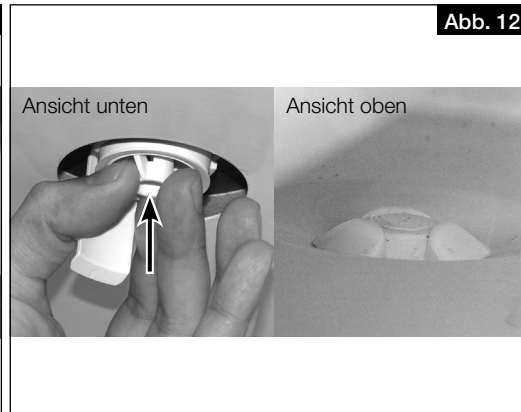

Abb. 12
2. Verriegelungsteil herausziehen und Befestigungsteil von unten in die Öffnung der Bodenwanne stecken, bis die Krallen an der Blechkante der Bodenplatte einrasten (s. Abb. 12).